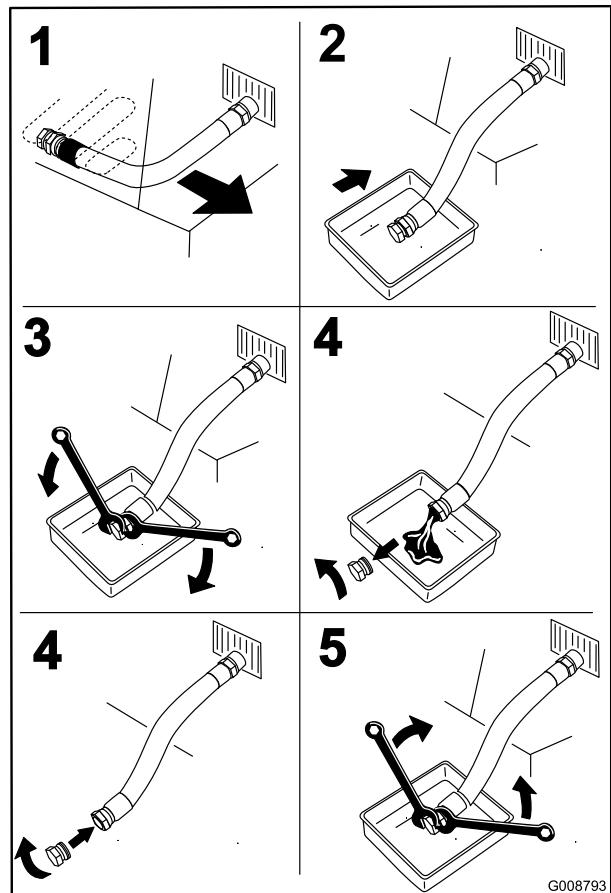

Bild 51
4. Stellen Sie vor dem Verlassen des Fahrersitzes den Motor ab, ziehen Sie den Schlüssel ab und warten Sie, bis alle rotierenden Teile zum Stillstand gekommen sind (Bild 51).